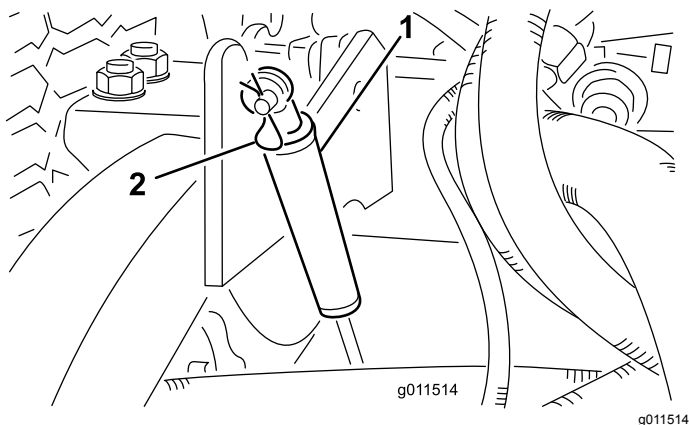

Figur 4
7. Lokaliser og frakobl klippeenhedens ledningsnet fra traktionsenhedens ledningsnet (Figur 4).